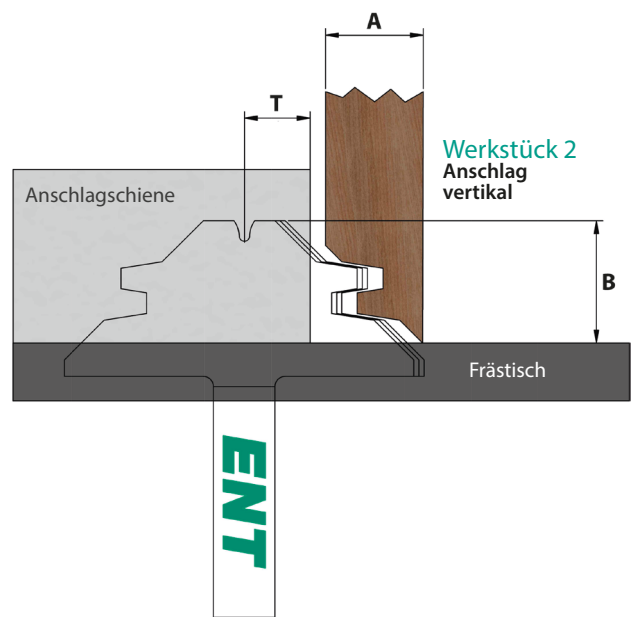

Abbildung 2: Werkstück vertikal fräsen
- Führen Sie das Werkstück 2 (Konterprofil) am Anschlag entlang. Die Innenseite zeigt dabei zum Anschlag. (Abb.2)